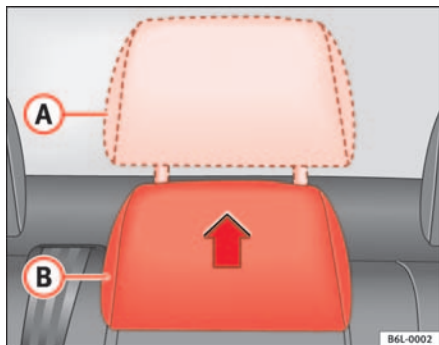

Fig. 5 Ajuste del apoyacabezas posterior central
- Posición elevada o de uso (A) ⇒ fig. 5. En esta posición el apoyacabezas se comporta como un apoyacabezas convencional, protegiendo junto con el cinturón de seguridad al ocupante de la plaza central posterior.
- Posición de reposo (B) ⇒ fig. 5. Esta posición facilita la visibilidad posterior al conductor.